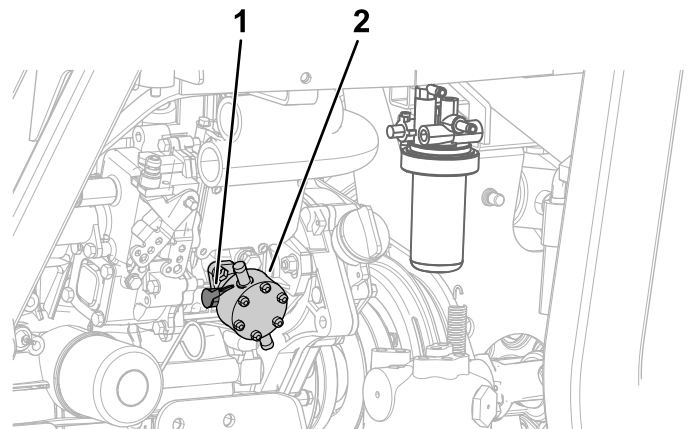

Bild 64
Betätigen Sie den Hebel der Kraftstoffpumpe an der linken Seite des Motors, bis die Kraftstofffilterglocke gefüllt ist (Bild 64).
7. Betätigen Sie den Hebel der Kraftstoffpumpe solange, bis ein ununterbrochener Kraftstoffstrom um die Schraube austritt, siehe Bild 64 in Vorfüllen der Kraftstoffanlage \(Seite 58\).